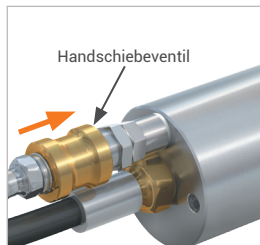

Abbildung 6
- ▶ Schieben Sie Schiebehülse des Handschiebeventils (Pos. 6) nach vorne (Abbildung 6). Der Steuerdruck wird zugeführt. Die elastischen Frontdichtungen (Pos. 7) oder Hauptdichtungen (Pos. 8) werden komprimiert, der Adapter zieht sich selbstständig an den Prüfling an und stellt eine druckdichte Verbindung her.